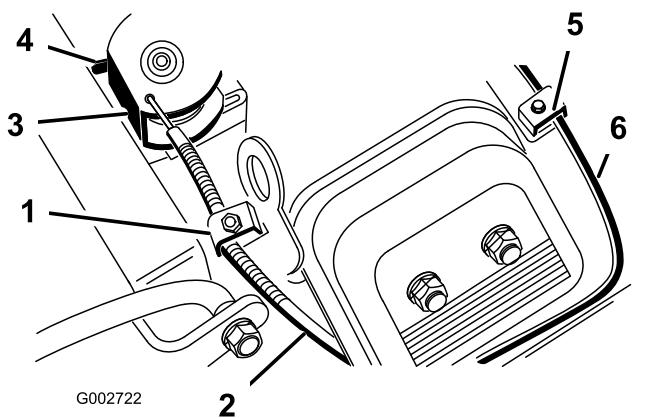

図38
2. スロットルケーブルをエンジンに固定しているクランプのねじをゆるめる図38。
4. スロットルケーブルを十分に引いて、スイベルの後部をストップに接触させる図38。
- チョークケーブルをエンジンに固定しているクランプのねじをゆるめる図 38。
- チョークケーブル図 38を十分に引いてチョークを完全に閉じ、その位置でクランプのねじを締める。